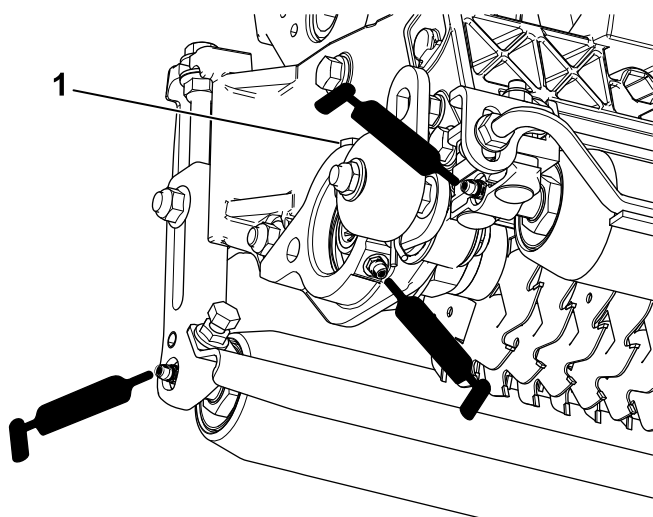

Figure 12
Posez le moteur de cylindre et graissez la plaque latérale jusqu'à ce que l'excédent de graisse ressorte par le clapet de décharge (Figure 12).
Chaque verticutter comprend 5 graisseurs (Figure 12) qu'il faut lubrifier chaque semaine avec de la graisse universelle au lithium n° 2.
2. Appliquez de la graisse jusqu'à ce qu'elle ressorte propre par les joints des rouleaux et le clapet de décharge du roulement (Figure 12).